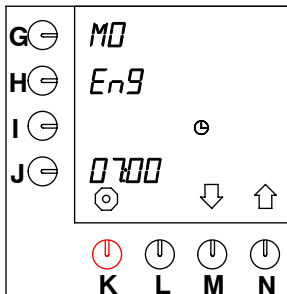

Fig. 41 Ajuste del lenguaje
- Después de 10 segundos, aparece el ajuste por estandar: "EnG", frente a la tecla de programación, ver fig. 41 .